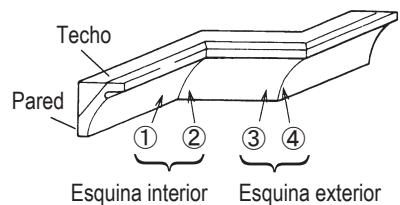
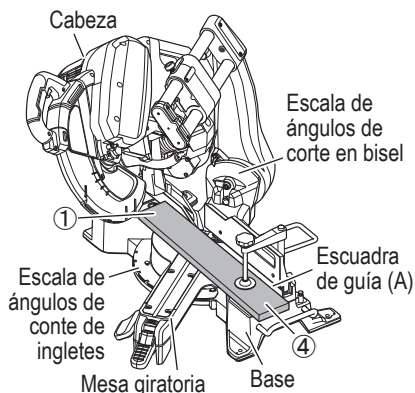
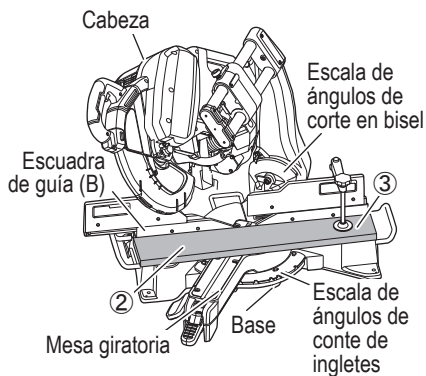
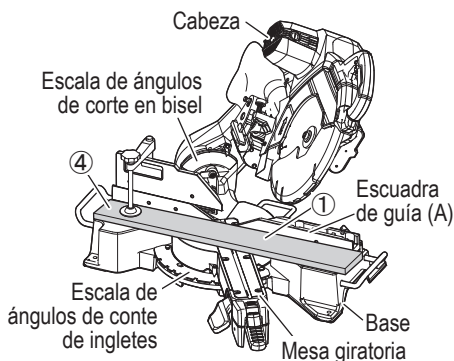

Fig. 34
Fig. 35
Fig. 36
Fig. 39
Con respecto a las molduras en vértice típicas, consulte la Fig. 34.
Para procesar la moldura en vértices en las posiciones ① y ④ de la Fig. 34.
Para procesar la moldura en vértices en las posiciones ② y ③ de la Fig. 34.
- (1) Ajuste para cortar molduras en vértice a las posiciones ① y ④ de la Fig. 34 (consulte la Fig. 35, incline el cabezal hacia la izquierda):
- (2) Ajuste para cortar molduras en vértice a las posiciones ② y ③ de la Fig. 34 (consulte la Fig. 36, incline el cabezal hacia la izquierda):
- (3) Ajuste para cortar molduras en vértice a las posiciones ① y ④ de la Fig. 34 (consulte la Fig. 39, incline el cabezal hacia la derecha):
- (4) Ajuste para cortar molduras en vértice en las posiciones ② y ③ de la Fig. 34 (consulte la Fig. 40, incline el cabezal hacia la derecha):